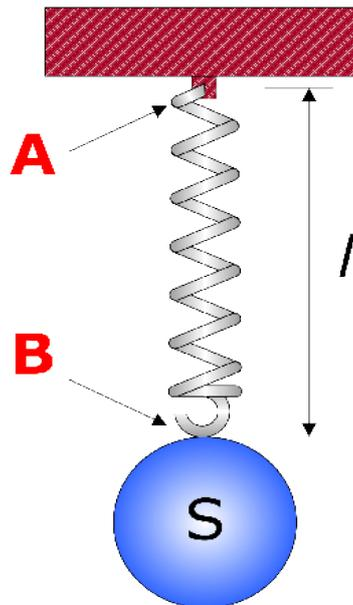

Figura 1: Il pendolo a riposo.
L'esperimento assegnatomi, consiste nella simulazione di un pendolo dotato di molla: tale sistema (*figura 1*), è composto da tre elementi: un perno che funge da vincolo con zero gradi di libertà, una molla collegata al perno attraverso l'estremo A ed una massa la quale, muovendosi nel piano bidimensionale, è dotata di due gradi di libertà rappresentati dalle coordinate del suo centro di gravità (x_{CG} , y_{CG}) la quale a sua volta, è vincolata all'estremo B della molla.
Come si può notare dalla *figura 1*, la massa è di forma sferica, realizzata in materiale metallico, avente una densità pari a: $\rho_{\text{metallo}} = 7,8 \cdot 10^3 \text{ kg/m}^3$ inoltre, essendo il suo diametro di 1 cm, posso facilmente ricavarne le caratteristiche geometriche, attraverso le seguenti formule:
- *Vincolo di terra*: rappresenta il vincolo avente zero gradi di libertà, a cui è fissata la molla, attraverso l'estremo A (*figura 1*). Il vincolo di terra inoltre, è caratterizzato nello